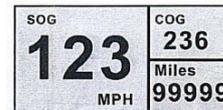

Fig.4
- a) Das Display zeigt sofort nach dem Einschalten der Betriebsspannung „GPS LOADING .....“ und signalisiert damit, dass GPS-Signale empfangen und ausgewertet werden. Dieser Vorgang dauert ca. eine Minute. Danach erfolgt der Wechsel in den normalen Anzeigemodus (Fig. 4);
- Cut an 85mm (3 3/8") hole in the panel (II) allow a clearance of 55mm (2 3/16"). behind the panel.
- Remove fastening ring (I), insert gauge from front. Tighten gauge (III) using fastening ring (I)
- Insert the wire harness (IV) firmly in the gauge (III)
- Securely fasten the GPS antenna (V), preferably outdoors (or inside front windscreen) so that it has a clear view of the sky to pick up satellite signals. Connect the antenna cable to socket on the gauge. Do not cut cable.
- The gauge displays GPS LOADING..... when it is sampling the signal, it enters the normal display mode in about 1 minute(FIG.4);